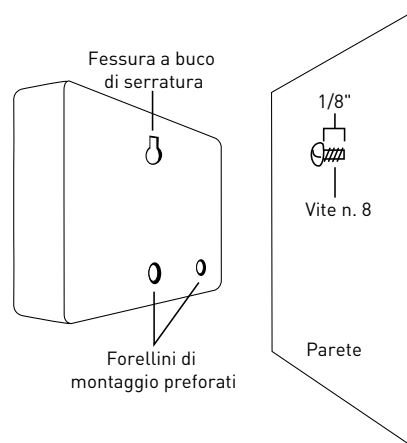

Figura 2: appendere il timer alla vite utilizzando la fessura a buco di serratura
- Inserire il timer nella vite sporgente (fessura a buco di serratura situata sul retro del timer). *Vedi figura 2*
- Inserire una vite n. 8 in uno dei due forellini preforati sulla parte inferiore della cassetta. *Vedi figura 2*